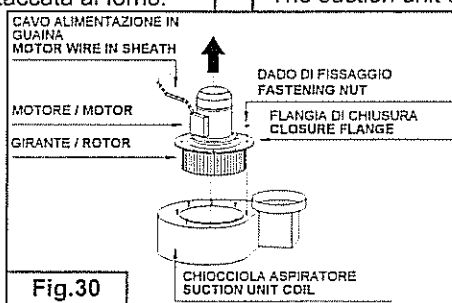

Fig.30
- Togliere le viti di fissaggio (Fig.30) e senza staccare la guaina contenente il cavo di alimentazione del motore, agire nel senso indicato dalla freccia.
- Remove the fastening screws (Fig. 30) and without detaching the sheath containing the electrical wire to the motor, operate in the direction indicated by the arrow.